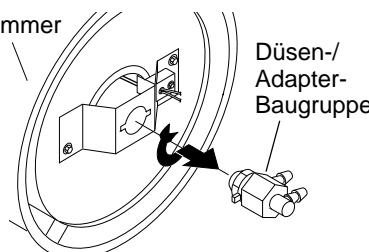

Abbildung 20 - Entfernen der Düsen-/Adapter-Baugruppe
4. Die Düsenbaugruppe um eine Viertelumdrehung nach links drehen und in Richtung Motor abziehen (siehe Abb. 20).